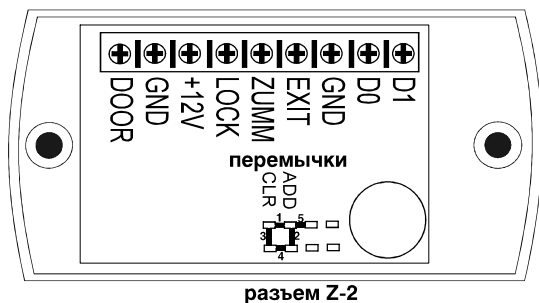

Рис. 3 Положение перемычек
- В случае, если замок электромеханический, установите защитный диод (см. Рис.5) и перемычку - в положение 1 (см. Рис.3).